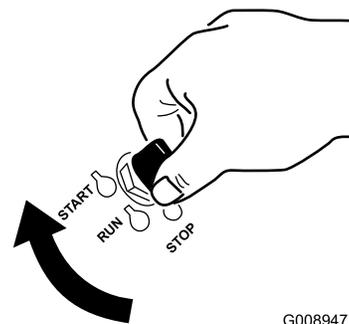

図 14
1. 始動キーを Start 位置に回す(図 14)。エンジンが始動したら、キーから手を離す。
7. 始動キーを Start 位置に回す（図 14）。エンジンが始動したら、キーから手を離す。